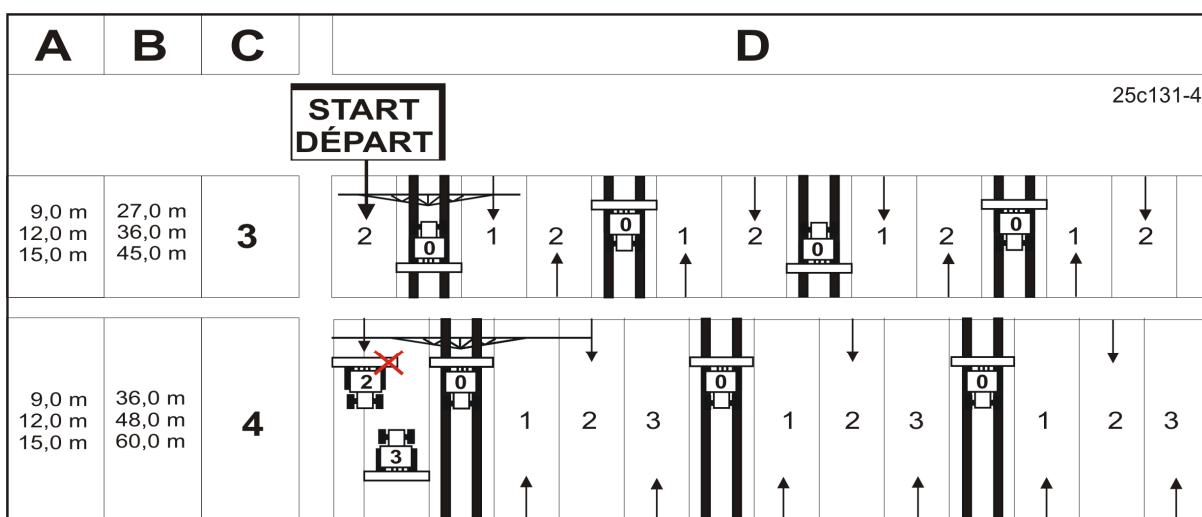

Рис. 65
Создание технологических колей представлено на рисунке (Рис. 65) на нескольких примерах:
1. См. в таблице (Рис. 65):
На рисунке (Рис. 65) показаны примеры создания технологических колей с 4-м ритмом переключения.